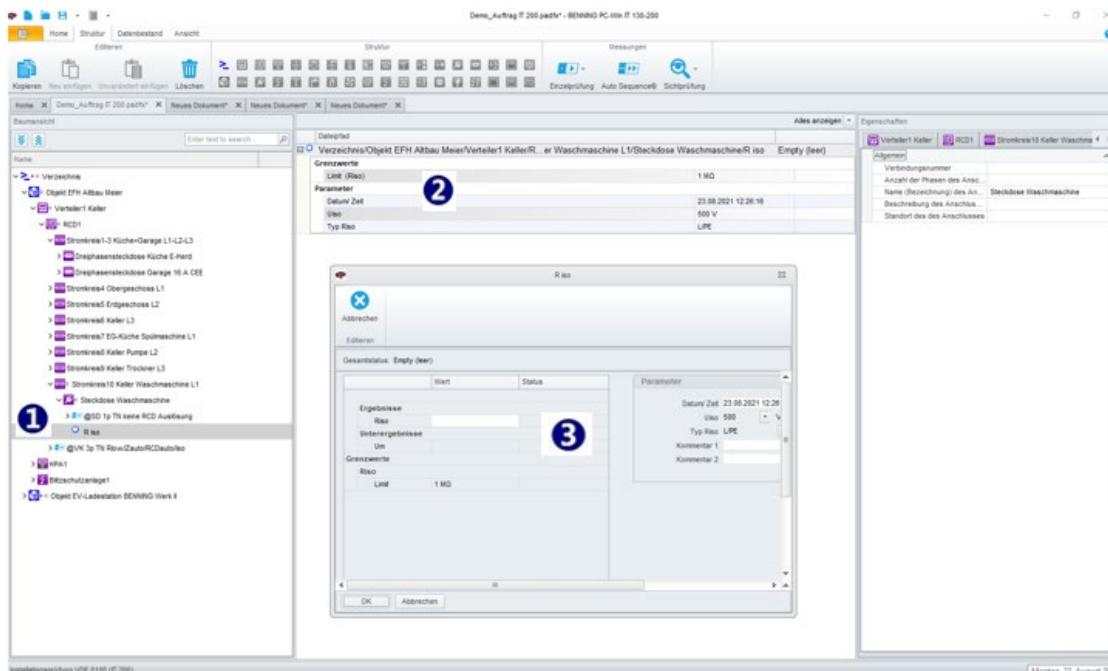

Abbildung 6.2: Parameter und Grenzwerte bearbeiten
- Klicken Sie auf OK, um die Einstellungen zu bestätigen, die Einzelmessung (1) wird an das ausgewählte Element angehängt, siehe **Abbildung 6.2**.
- Parameter und Grenzwerte können später überprüft und neu eingestellt werden; ein Klick auf den Namen der Einzelmessung in der Baumansicht zeigt den Inhalt in der Ergebnisanansicht (2) an; ein Doppelklick auf den Dateipfad in der Ergebnisanansicht öffnet das Einstellungsfenster (3).
- Doppelklicken Sie auf die Auto Sequence®, um sie automatisch an das ausgewählte Struktur-element anzuhängen (1), siehe **Abbildung 6.2**.
- Wählen Sie eine Einzelmessung in der Baumansicht, um seinen Inhalt im Bereich der Ergebnisansicht (2) anzuzeigen.
- Doppelklicken Sie auf den Namen (Dateipfad) der Einzelmessung in der Ergebnisansicht (2), um das Einstellungsfenster (3) zu öffnen.